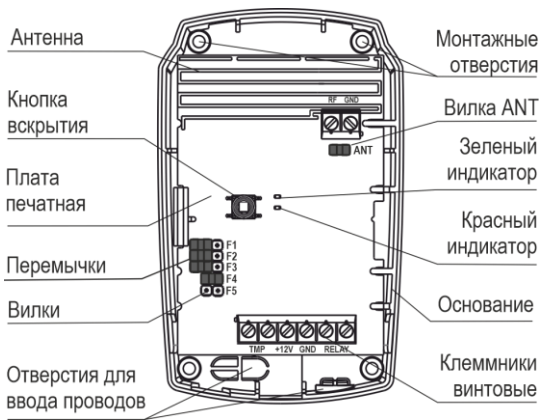

Рисунок 2
- 5.1.1** Конструктивно РПУ выполнено в виде блока, состоящего из основания и съемной крышки. Внутри блока смонтирована печатная плата с радиоэлементами и встроенной антенной (рисунок 2).